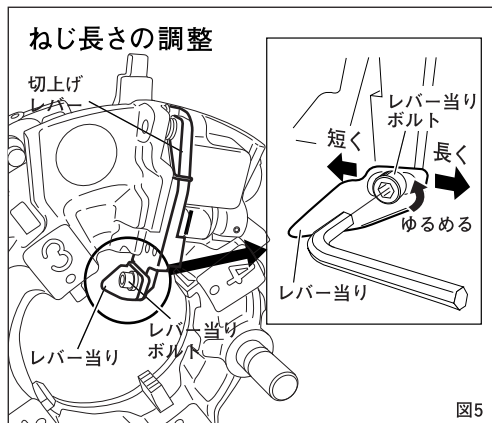

図5
3. ねじ長さの調整方法 (図5)
- ① 切上レバーを押し、チェーザが開いた状態にしてレバー当りボルトを少しゆるめます。
- ② 長くする時は、リーマ側へ、短くする時はカッタ側へレバー当りを動かし、調整します。
- ③ レバー当りボルトをしっかりと締めつけます。